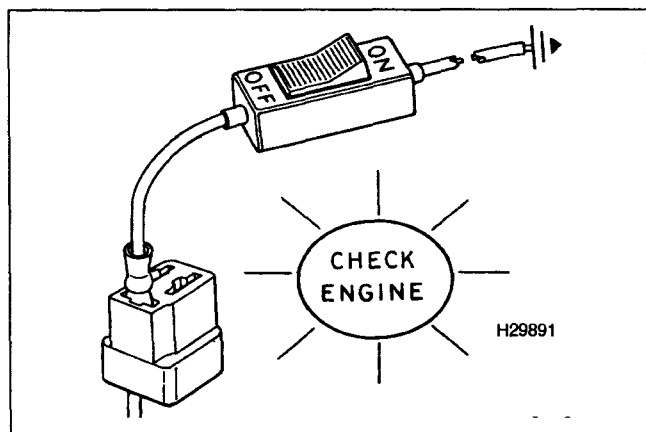

Рис. 29.2. Для извлечения кодов неисправностей подключите вспомогательный выключатель к диагностическому разъему – системы Lucas 14CU и Bosch LH
- 1 Подключите вспомогательный выключатель к клемме диагностического разъема и корпусу (см. рис. 29.2).